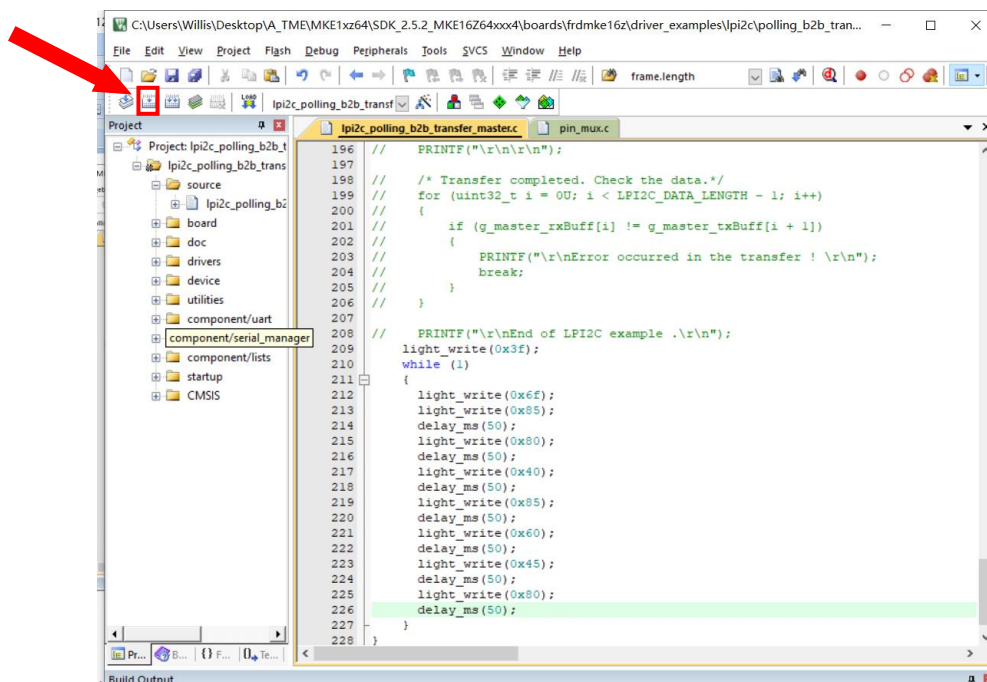

图 3.3.4 程序编译
(1) 进入 Keil 界面后，找到上排工具栏中的编译标志 ，点击编译，如图 3.3.4 所示：